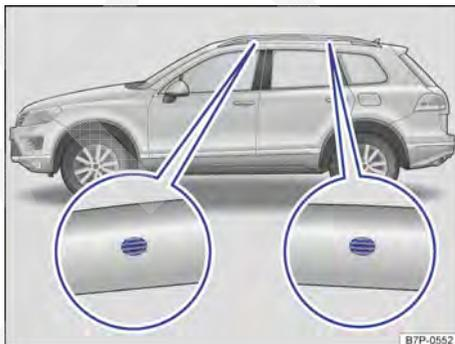

Fig. 224 Pontos de fixação para bagageiro básico e bagageiro do teto
Os furos para posicionamento encontram-se no lado interno da longarina do bagageiro do teto → Fig. 224.
- Fixar as barras de suporte somente nas marcações indicadas na figura → Fig. 224.